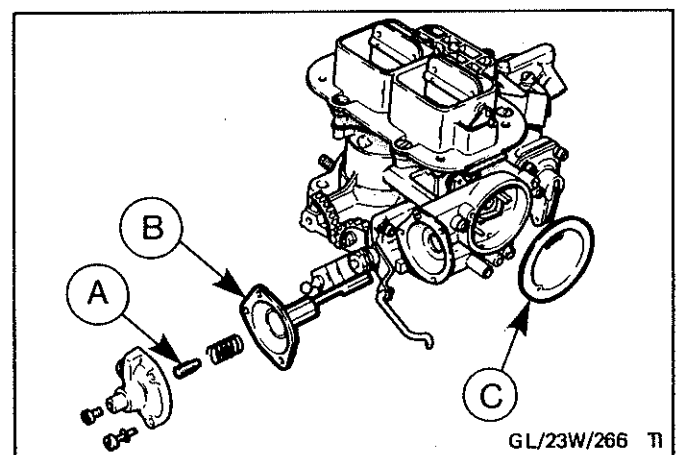

Abb.50 Unterdruck-Membraneinheit und äußere Teile der Startautomatik zerlegt
12. Unterdruckmembran komplett einsetzen und Deckel anschrauben. Dabei darauf achten, daß die Membran vor dem Festschrauben des Deckels plattgedrückt ist, Abb.50.